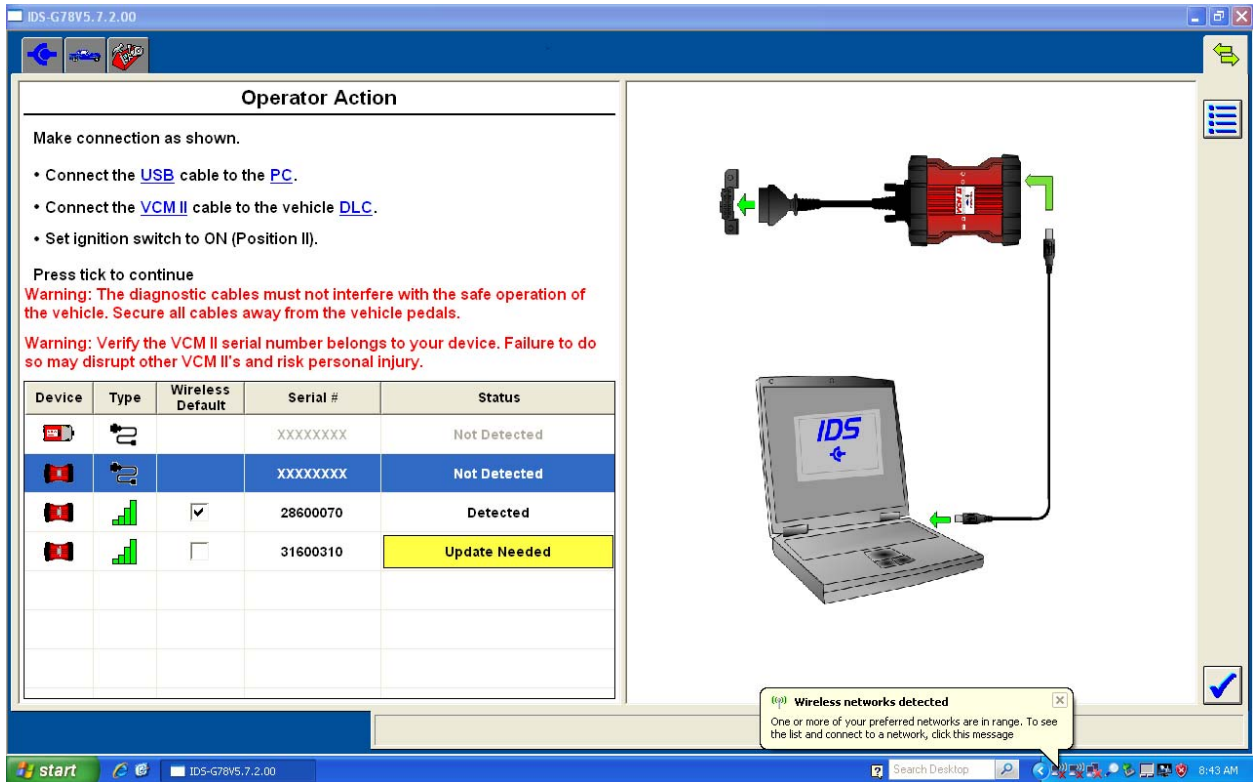

FIGURE 22: SÉLECTION D'UN MODULE DE COMMUNICATION AVEC LE VÉHICULE SANS FIL
4. Sélectionnez un module **VCM II** sans fil dont l'état est « Detected » comme l'illustre la FIGURE 22.